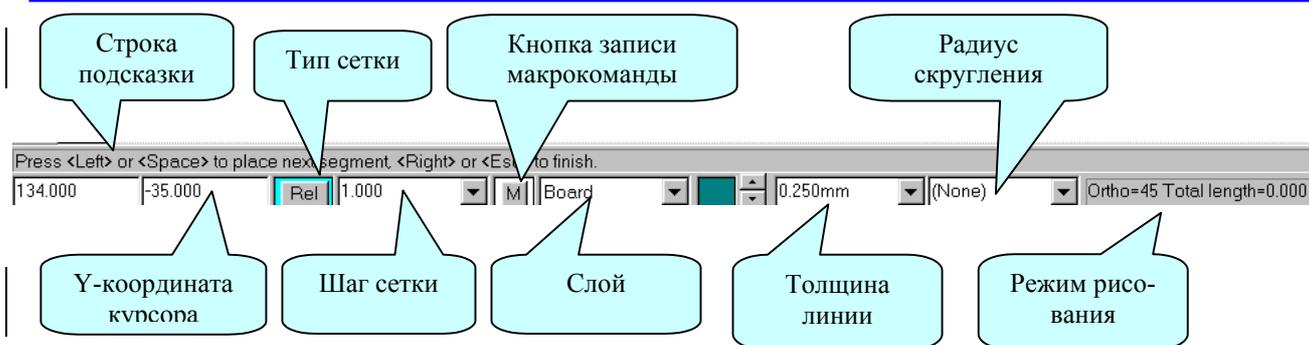

Рис. 9-7. Строка подсказки и строка состояния
5) В строке состояния (рис. 9-7) установите толщину линии равной 0.25 мм.